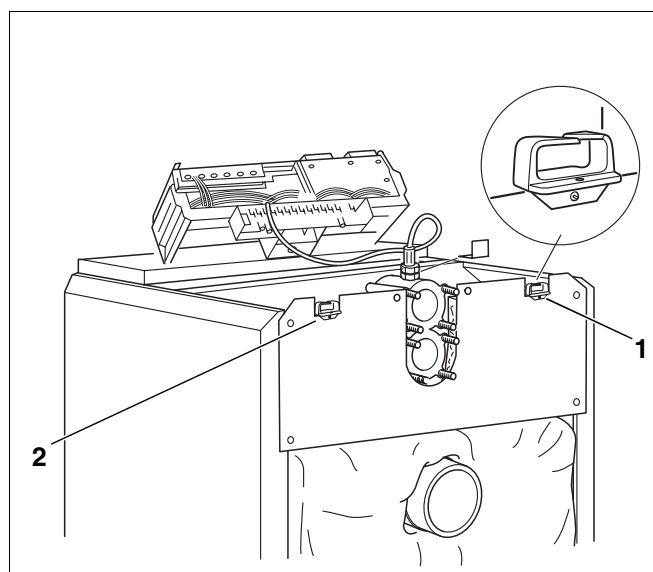

Fig. 46 Racordul electric
- Colierul pentru cabluri (fig. 46, **poz. 1 și 2**) se fixează cu șuruburi în stânga sau în dreapta, pe peretele posterior al cazanului.